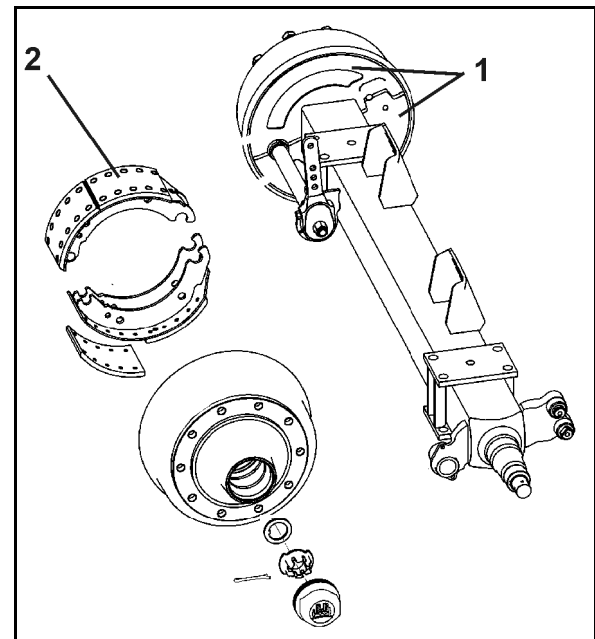

図 77
1. ブレーキドラム内側の両カバーシート（図 77/1）を取り外します。
侵入した汚れはブレーキライニング（図 77/2）で堆積し、これによりブレーキ性能が大幅に低下する恐れがあります。